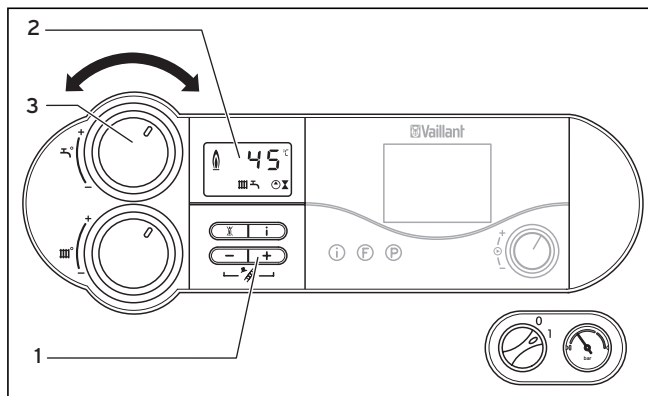

Рис. 4.6 Настройка температуры накопителя
При температуре накопителя ниже настроенной прибор автоматически включается и подогревает накопитель. Во время заполнения накопителя на дисплее (2) мигает индикация , см. рис.4.6.
- Для этого поверните ручку (3) для настройки температуры горячей воды до упора влево, см. рис. 4.6. Для накопителя активной останется функция морозозащиты.